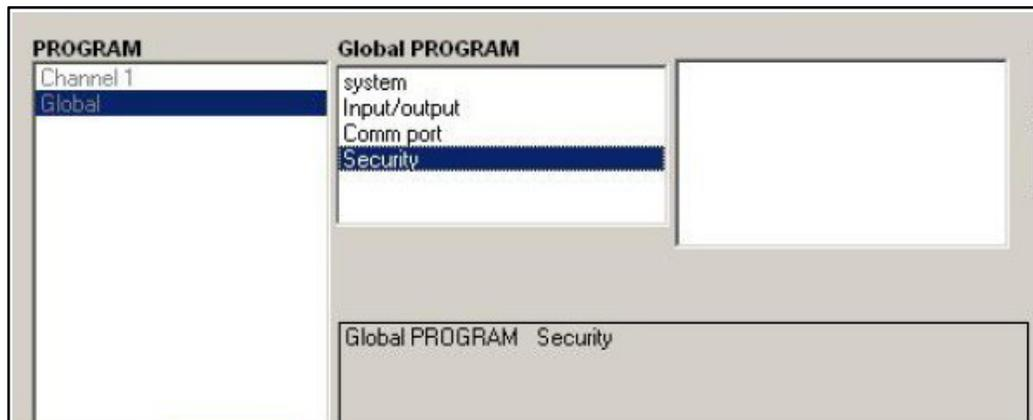

Figura 46: Menú global con la opción de seguridad resaltada
1. En el *Menú de Datos del Sitio*, haga doble clic en la entrada Global. Si el sistema está desbloqueado, aparecerá una ventana similar a la de la Figura 46. Resalte y haga doble clic en la opción Seguridad del panel central.